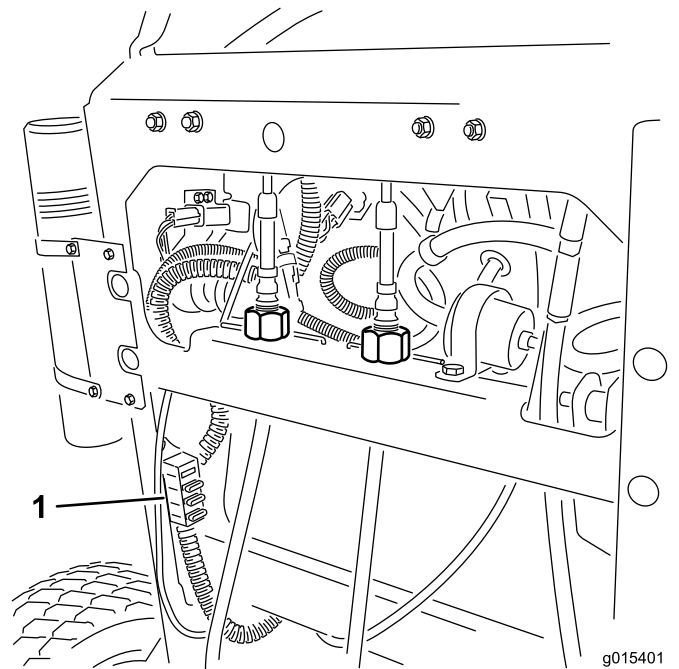

Bild 54
2. Ziehen Sie an der Sicherung und entfernen oder tauschen Sie aus (Bild 54).
Hinweis: Stellen Sie sicher, dass die richtige Sicherung mit der richtigen Drahtfarbe eingesetzt ist, siehe Bild 54.